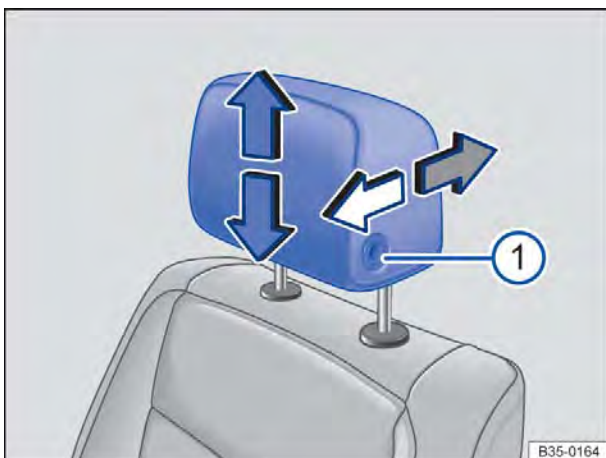
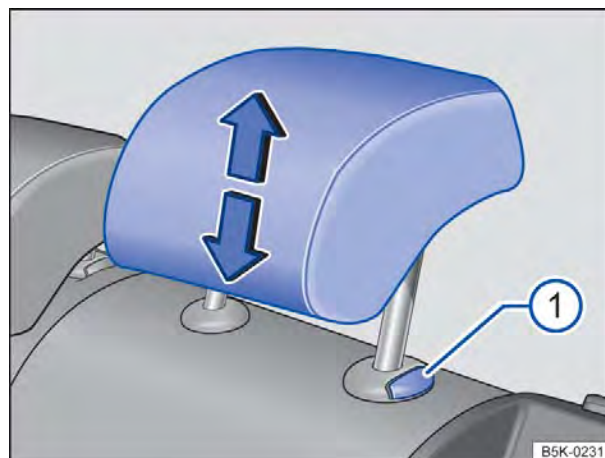

Fig. 43 Ajustar o apoio para cabeça dianteiro.
Fig. 44 Ajustar o apoio para cabeça traseiro.
- Empurrar o apoio para cabeça para cima no sentido da seta ou, com o botão  \Rightarrow Fig. 43  ou \Rightarrow Fig. 44  pressionado, empurrar para baixo \Rightarrow .
- Empurrar o apoio para cabeça para frente na direção da seta ou para trás com o botão \Rightarrow Fig. 43  pressionado.